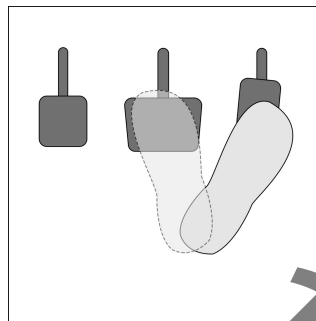

图4 操纵加速踏板示意图
6.2.3.1 操纵加速踏板时，右脚脚跟放在制动踏板支点位置，前脚掌向右偏斜轻踩加速踏板，用踝关节的伸屈踩下或抬起，应做到“轻踩、缓抬”，见图4。